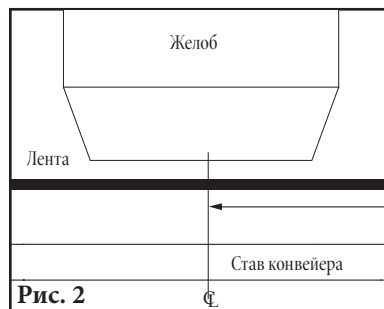

Рис. 2
2. Визуально найдите центр зоны нагрузки. Определите и отметьте центр зоны нагружения на одной стороне конструкции (рис. 2).
2. **Ослабьте половинки станции.** Выверните болт с каждой стороны всех поперечных распорок (рис. 2).